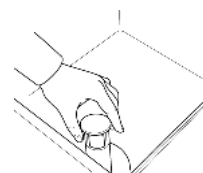

Fig.14
- 1- Ouvrir la porte et vérifier que toutes les composantes, trop-plin inclus, soient dans leur logement. (Fig.14)